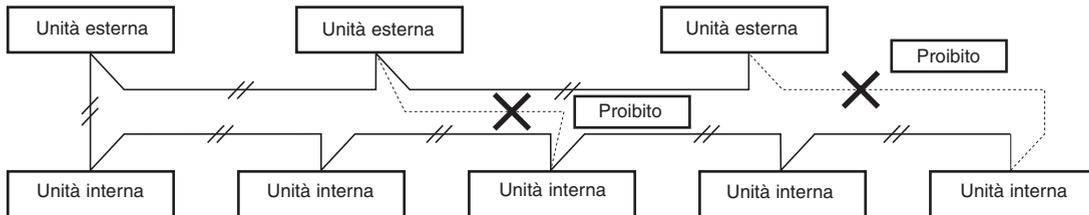

Fig. 5-1
- (2) Non formare un circuito ad anello con il cavo di controllo inter-unità (fig. 5-1).